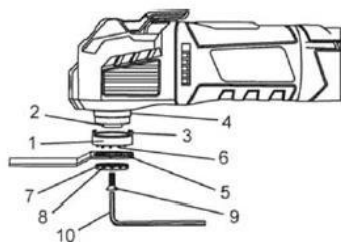

Fig. 3
1. Pe ax (2) amplasați suportul interior al accesoriului (1) (fig. 3).